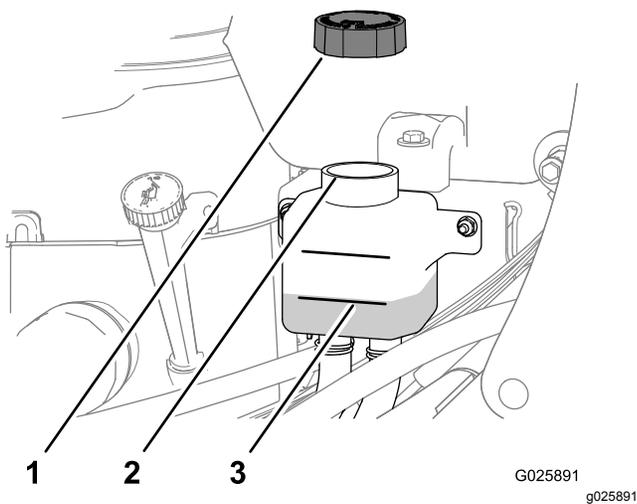

Figure 57
- Enlevez le bouchon du vase d'expansion et contrôlez le niveau de liquide hydraulique à l'intérieur (Figure 57).
4. Au besoin, faites l'appoint de liquide de transmission spécifié jusqu'à ce que le niveau atteigne le repère maximum à froid sur le vase d'expansion (Figure 57).